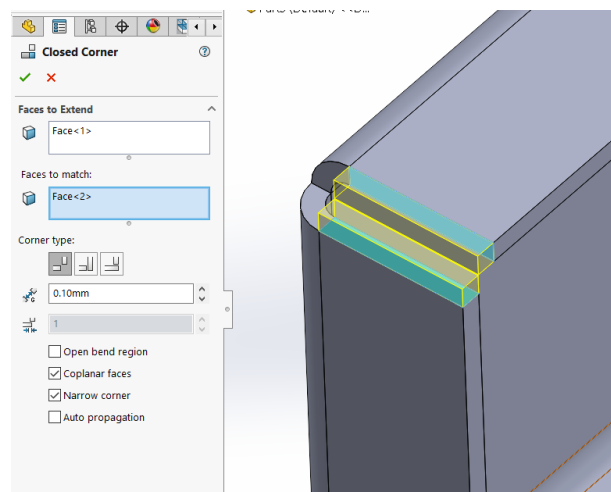

Рисунок 5.7 – Використання команди Кут
3. У вкладці **Тип кута** необхідно вибрати тип **Стикове з'єднання**  (рис. 5.7).